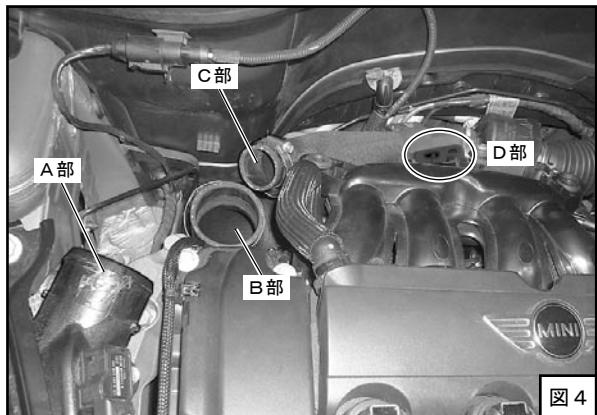
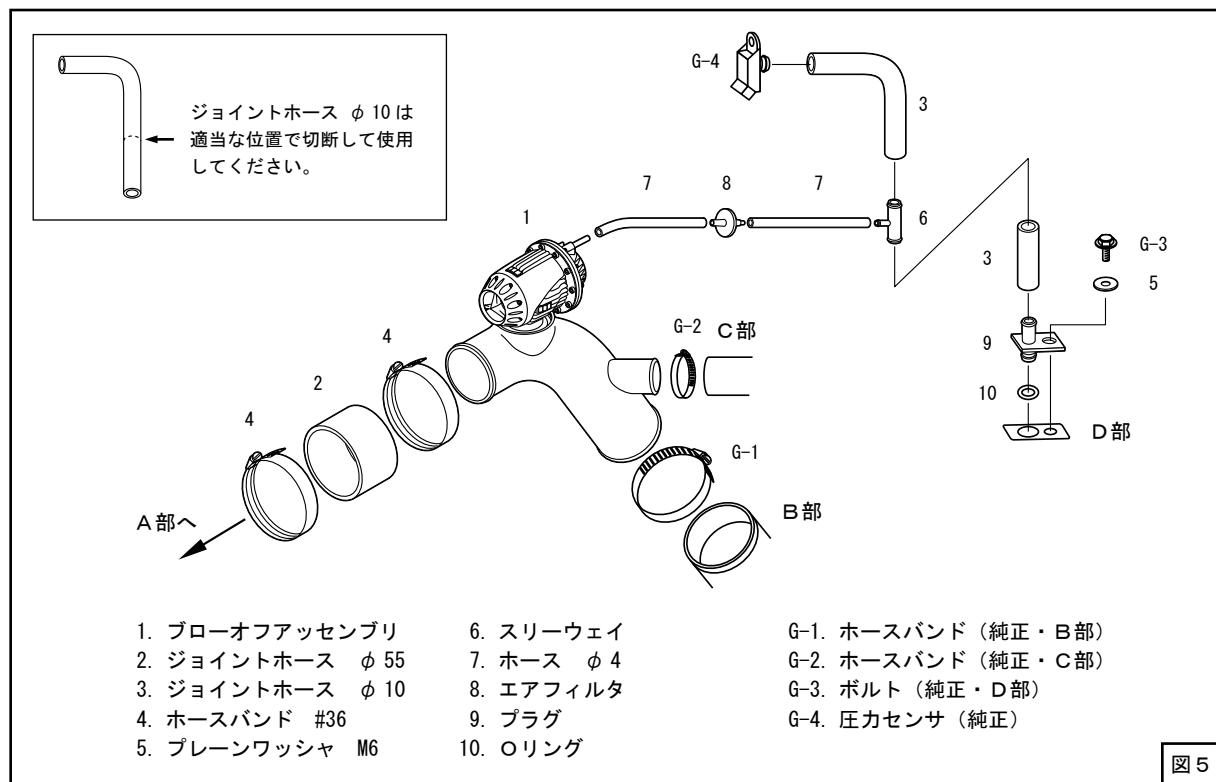
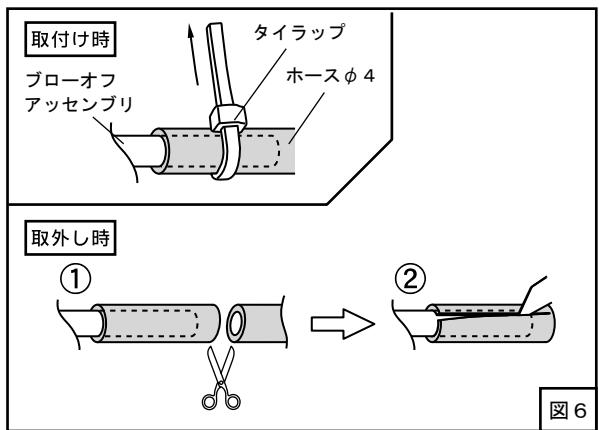

図4
図5
図6
(1) キットパーツを仮付けしてください。(図4、図5)
ホース ϕ 4は適当な長さに（ある程度余裕を持たせて）切って使用してください。(図5)
(図5、図6)
ブローオファッセンブリを取り外す時など、ホースφ4をブローオファッセンブリから抜く際は、タイラップを外した後、一度ホースφ4を切断し切り込みを入れてから取外してください。(図6)